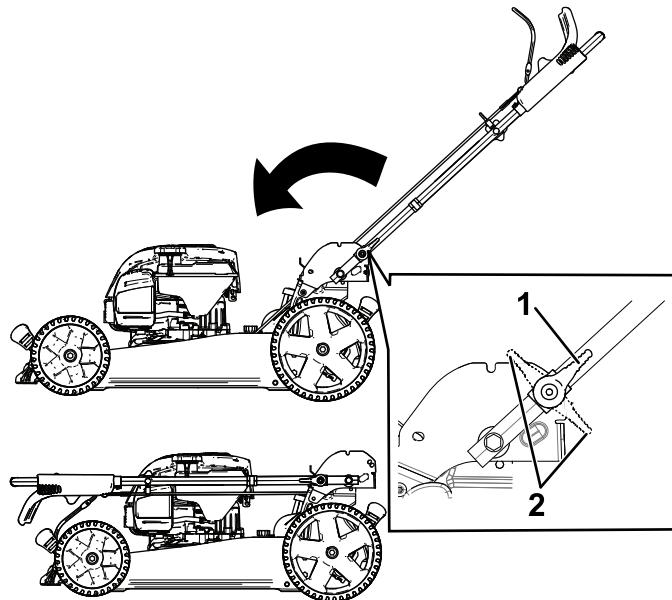

Figure 21
- Ouvrez les verrous du guidon (Figure 21).
- Rabattez le guidon complètement en avant (Figure 21).